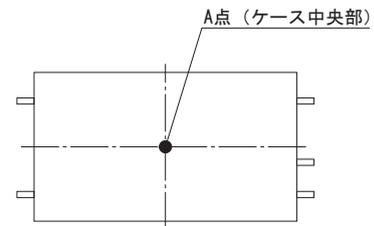

図7.1 温度測定箇所（ケース上面）
■図7.1に示すA点（ケース中央部）温度、および電源周囲温度が表7.1に示す温度以下となるように使用してください。